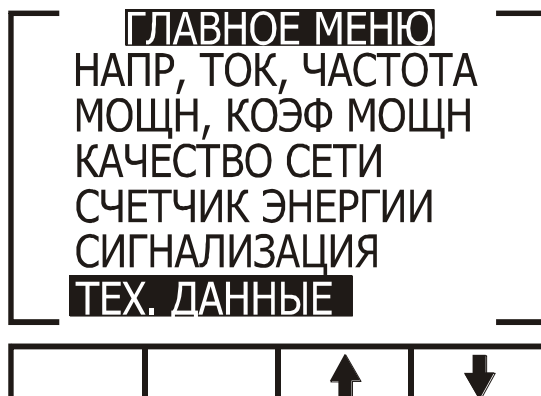

Рис. 8
1. Находясь в главном меню, выберите пункт «Тех. данные» (рис. 8):